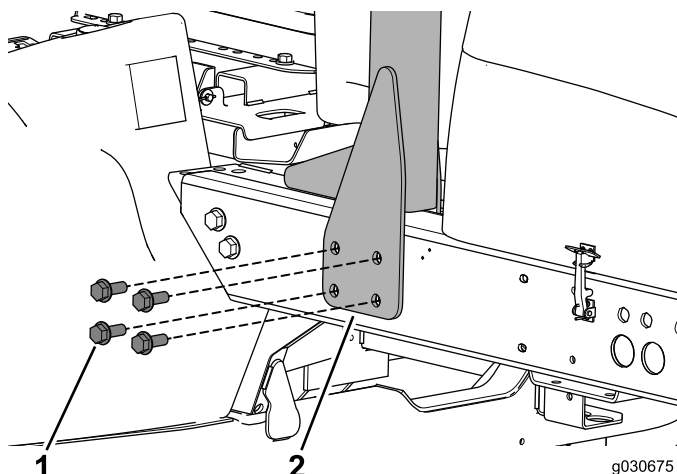

图6
1. 拆下并保留将 ROPS 固定到机器左侧的螺栓（图 6）。